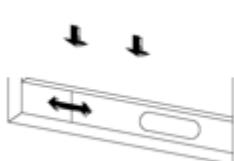
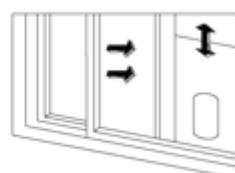

Figura 2
Figura 3
- Aprire la finestra e collocare la piastra sigillante sul telaio (come mostrato in figura 2 e in figura 3). La piastra può essere posizionata in orizzontale o in verticale.